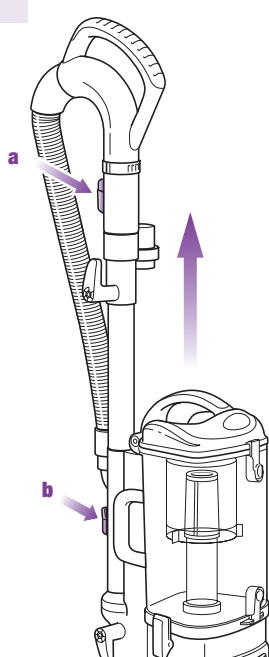

Fig. 14
- 2 Enfoncez le bouton de dégagement de la poignée (a) et tirez la poignée vers le haut ou enfoncez le bouton de dégagement du tube-rallonge (b) et tirez celui-ci vers le haut. (Fig. 14)
(Consultez la Fig. 14-b à la page 28.)